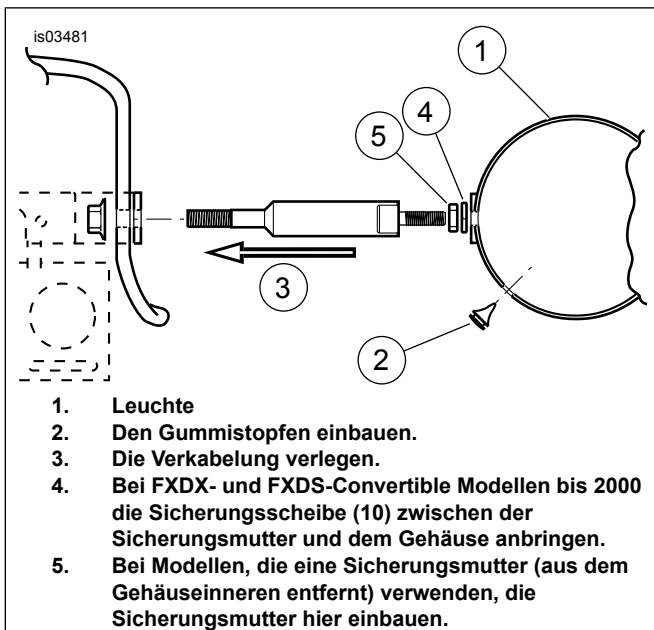

Abbildung 7. Typische Gehäusebefestigung und Verkabelung für Modelle mit Tube-Style Halterung.
- e. Siehe Abbildung 7. Den Gummistopfen in das von den Kabeln freigegebene Loch einbauen.
6. Siehe Abbildung 7. Blinkergehäuse wie gezeigt auf der Halterung befestigen.